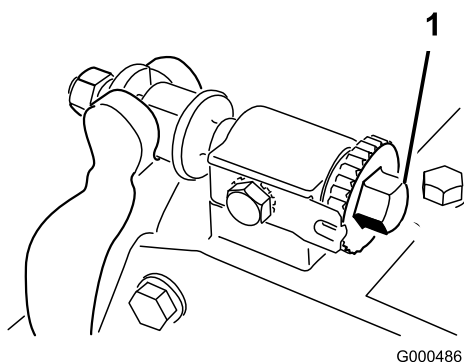
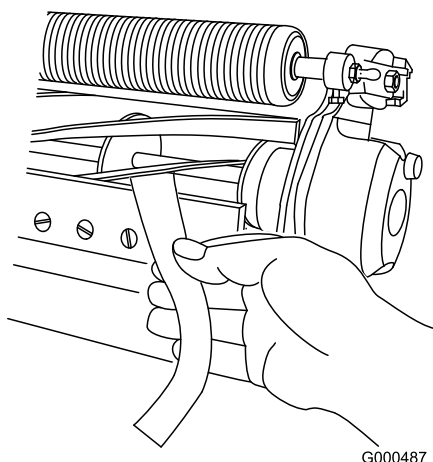

Figura 54
Figura 55
2. Não deixe que haja contacto com o cilindro, rodando os parafusos de ajuste da barra de apoio no sentido contrário ao dos ponteiros do relógio (Figura 54).
4. Numa das extremidades do cilindro, introduza uma longa tira de jornal entre o cilindro e a lâmina de corte (Figura 55). Enquanto roda ligeiramente o cilindro para a frente, rode o parafuso de ajuste da barra de apoio no sentido dos ponteiros do relógio (na mesma extremidade do cilindro) (Figura 54), uma posição de cada vez, até que o papel esteja ligeiramente apertado, quando inserido pela parte dianteira, paralela à lâmina de corte. Quando puxar o papel, sentirá uma ligeira pressão.
o papel quando este for inserido num ângulo recto, relativamente à lâmina de corte (Figura 55). Deve ser possível cortar o papel ao mínimo contacto com a lâmina de corte e as lâminas do cilindro. Se notar uma pressão excessiva sobre o cilindro, pode ser necessário ajustá-lo ou rectifique a unidade de corte para obter pontas afiadas, imprescindíveis para um corte de precisão (consulte o manual de rectificação de cilindros da Toro).